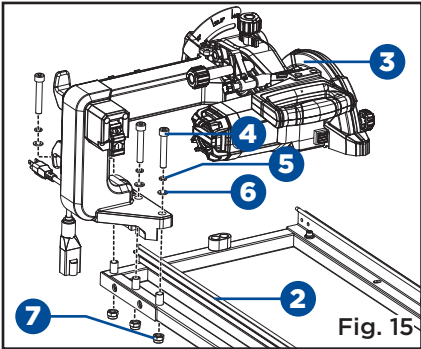

Fig. 15
- Alignez les trous de l'assemblage de la tête du moteur (3) avec les trous du cadre du plateau pour l'eau (2). (Fig. 15)
- Insérez les vis à capuchon de prise hexagonale M10 X 60 mm (4) dans les rondelles à ressort 10 (5), les grosses rondelles plates 10 (6), l'assemblage de la tête du moteur (3) et le cadre du plateau pour l'eau (2). Fixez avec les écrous de blocage M10 (7). Serrez à la main seulement. (Fig. 15)